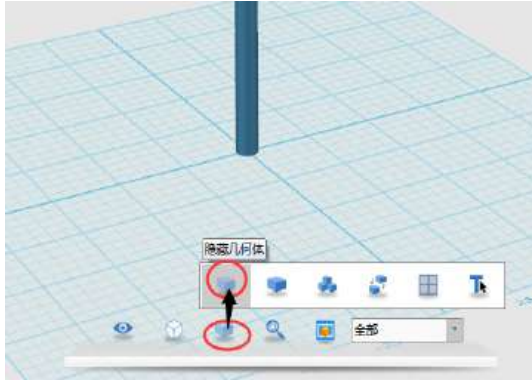
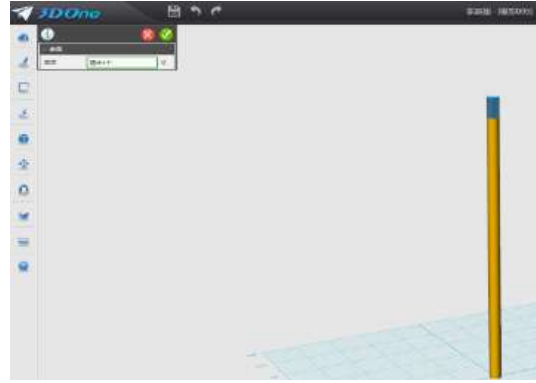

图 3-5
图 3-6
2.隐藏圆柱体：移动鼠标，把圆柱体放到舞台合适的位置。点击浮动工具栏的第三个图标，“显示/隐藏”中的“隐藏几何实体”命令。然后选中需要隐藏的圆柱体，点击，完成隐藏操作。如图 3-5，图 3-6